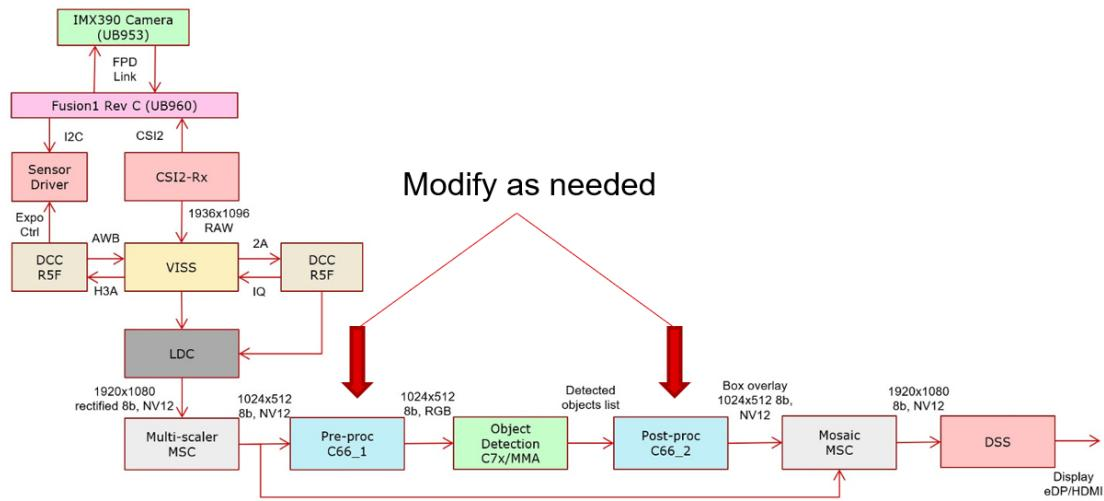

图 1-4 Processor SDK 示例
- Processor SDK 应用集成可以参考对应 SDK 的 Vision App 目录下的示例，根据自己的应用情况，基于现有的示例进行更改集成自己应用。图 1-4 Processor SDK 示例数据流，是将摄像头经过 CSI 传输进来的图像数据经过 ISP 处理，交给 C66 进行预处理将 YUV 转为 RGB，然后进入到 C7X/MMA 进行推理，将推理的结构送给 C66 进行后处理，后处理的结果缩放到显示接口去显示。集成自己的应用时，根据自己模型的分辨率和数据输入格式更改对应的处理节点即可。